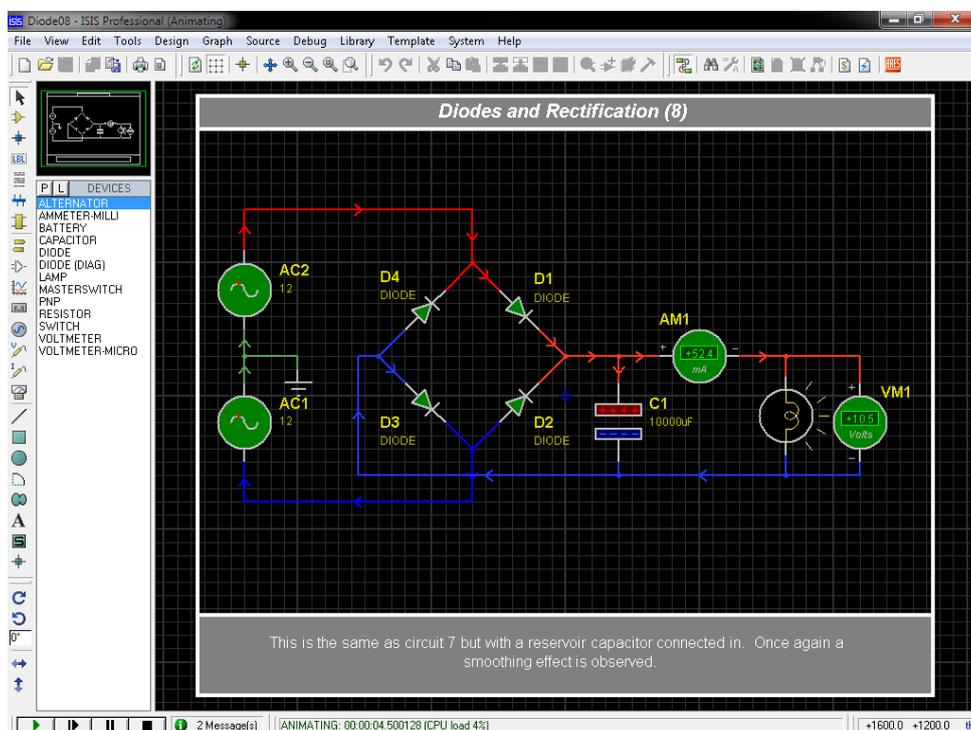

Рис. 1.1. Пример проекта по симуляции двухполупериодного выпрямления
*\Labcenter Electronics\Proteus 7 Professional\SAMPLES\Interactive Simulation\Animated Circuits\Diode08.dsn* (рис. 1.1).